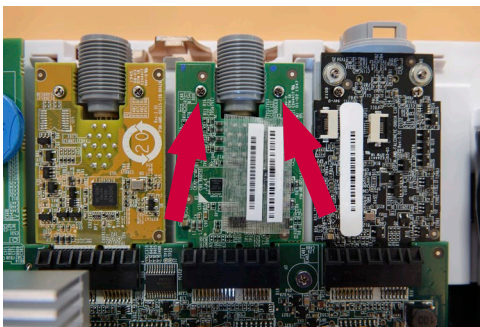

Figura 16 Rimuovere le viti dalla scheda VDI da sostituire
Usare il cacciavite per allentare le due viti che fissano la scheda VDI (Figura 16)
d) Inserire e serrare le due viti nere (coppia max. 0,2 Nm) che fissano la scheda VDI (Figura 16)